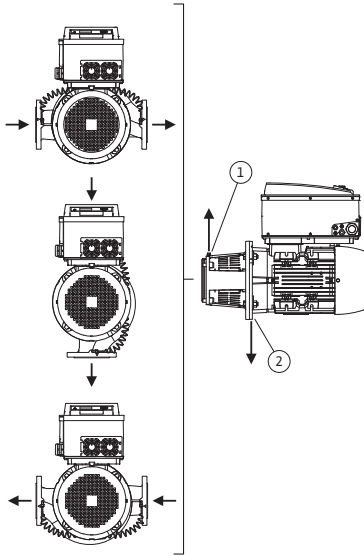
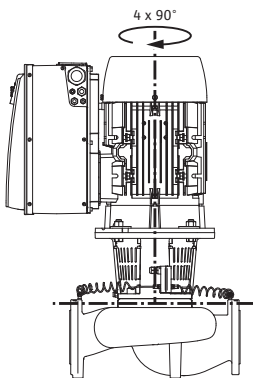

Fig. 18: Poziții de montaj admise la arborele motor dispus orizontal
Fig. 19: Poziții de montaj admise la arborele motor dispus vertical
Pozițiile de montaj admise la arborele motor dispus orizontal și la modulul electronic orientat în sus ( $0^\circ$ ) sunt reprezentate în Fig. 18. Nu sunt ilustrate pozițiile de montaj admise la modulul electronic montat în lateral ( $\pm 90^\circ$ ). Este permisă orice poziție de montaj cu excepția celei în care „modulul electronic este orientat în jos“ ( $-180^\circ$ ). Dezaerarea pompei este garantată numai atunci când supapa de dezaerare este orientată în sus (Fig. 18, poz. 1). Numai în această poziție ( $0^\circ$ ), condensul rezultat poate fi evacuat orientat, prin orificiul existent, printr-o piesă intermediară a pompei, precum și prin motor (Fig. 18, poz. 2).
Pozițiile de montaj admise la arborele motor dispus orizontal sunt reprezentate în fig. 19. Sunt permise toate pozițiile de montare cu excepția „motorul în jos“.
- Supapa de dezaerare de pe piesa intermediară (Fig. 6, poz. 1.31) trebuie orientată întotdeauna în sus, la arborele motor dispus orizontal (Fig. 6b:). La arborele motor dispus vertical este admisă orice orientare. Vezi și Fig. 18: „Poziții de montaj admise la arborele motor dispus orizontal“ la pagina 18 resp. Fig. 19: „Poziții de montaj admise la arborele motor dispus vertical“ la pagina 18.
- Dacă arborele motorului este montat orizontal, poziția orificiului de condens trebuie să fie obligatoriu în jos (Fig. 18, Poz.2). La nevoie, motorul trebuie rotit corespunzător.